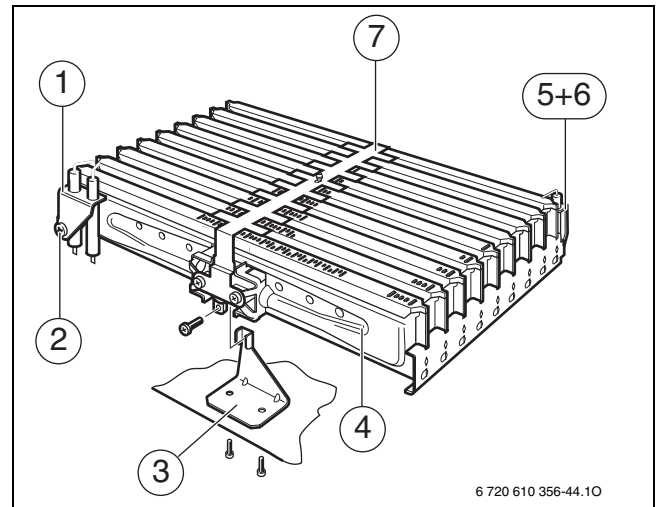

Рис. 50 Модуль пальника
- ▶ Роз'єм електрода розпаду (1) знімати з обережністю (→ рис. 50).
- ▶ Обережно зніміть з'єднання на електроді контролю полум'я (5).
- ▶ Зніміть кріпильний кутовий елемент (3).
- ▶ Послабте накидну гайку пальника та обережно зніміть модуль пальника (4).